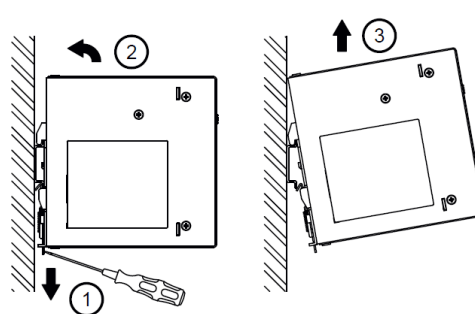

图. 3.2 拆卸
5. 拆卸时, 使用螺丝刀拉出或向下滑动栓锁, 如图 3.2 所示, 将电源供应器 (PSU) 反向滑出, 松开栓锁, 从导轨上取下。